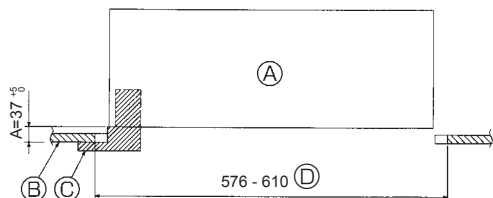

Fig. 10-2
②	Schroef met pakking	4	M5 × 0,8 × 25 (mm)
③	Meetapparaat	1
④	Verbindingsdraad voor signaalontvanger	1	Meegeleverd indien uitgerust met de signaalontvanger.
⑤	Verbindingsdraad voor i-See-sensor	1	Meegeleverd indien uitgerust met de i-See-sensor.
⑥	Sluiting	2	Meegeleverd indien uitgerust met de signaalontvanger.
⑦	Sluiting	2	Meegeleverd indien uitgerust met de i-See-sensor.
⑧	Draadloze afstandsbediening	1	Meegeleverd indien uitgerust met de draadloze afstandsbediening.
⑨	Houder voor afstandsbediening	1	Meegeleverd indien uitgerust met de draadloze afstandsbediening.
⑩	LR6 AA-batterijen	2	Meegeleverd indien uitgerust met de draadloze afstandsbediening.
⑪	3,5 × 16 mm zelftappende schroeven	2	Meegeleverd indien uitgerust met de draadloze afstandsbediening.
10.2. Voorbereidingen voor het bevestigen van het rooster (Fig. 10-2)